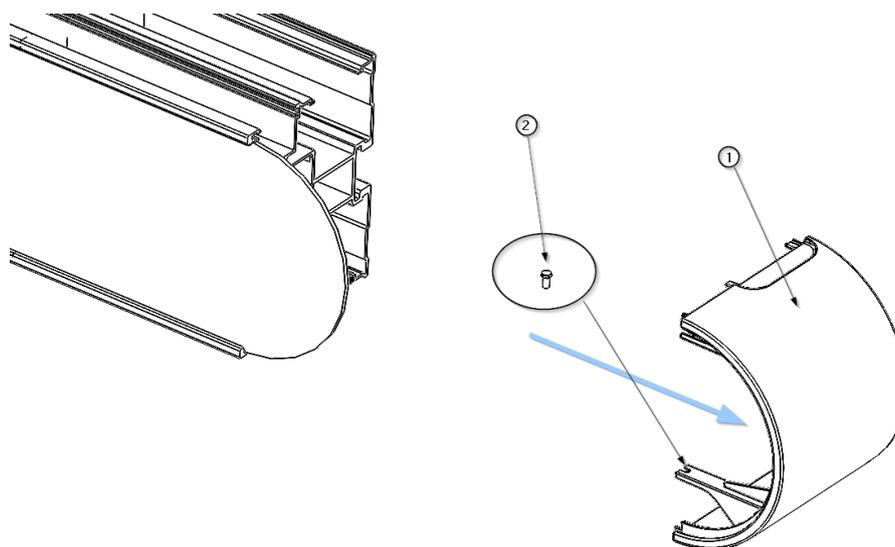
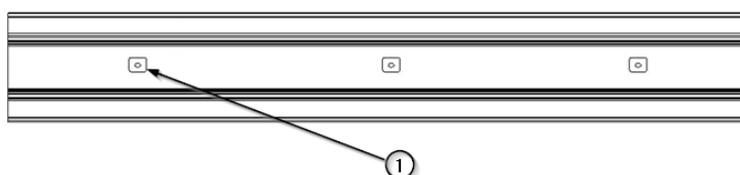

Fig. 5 Démontage des parois latérales
Fig.6 Points d'ancrage de l'équipement ICARUS
- Retirer la vis M4 x 10 ② DIN 7505 et faire glisser le capuchon d'extrémité ① en direction du châssis de l'équipement pour le retirer, comme le montre la figure 5.
- Pour remettre en place l'embout ①, il suffit de le pousser en position dans le sens du châssis jusqu'à ce que l'embout s'arrête et de mettre en place la vis de fixation ②.
- Localiser les points d'ancrage de l'équipement ① indiqués sur le plan d'installation ci-joint (voir Fig. 6).
- Fixer les supports muraux ③ sur lesquels l'équipement doit être suspendu en faisant correspondre le logement de la vis qui fixera l'équipement ② avec les positions indiquées dans la figure 6 pour les points d'ancrage ① comme indiqué dans la figure 7.